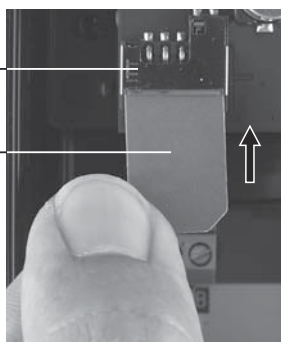

Рис. 4 Установка SIM-карты
3. Вставить SIM-карту в SIM 260 или SIM 280. См. рис. 4.
Скошенный угол SIM-карты должен быть направлен вниз. См. рис. 4.